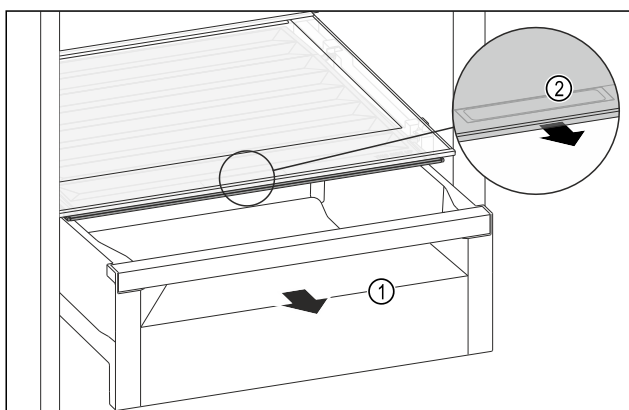

Fig. 137
- Trekk ut skuffen Fig. 137 (1).
- Ta tak i det innfelte grepet Fig. 137 (2) på lokket, og trekk samtidig lokket forover.